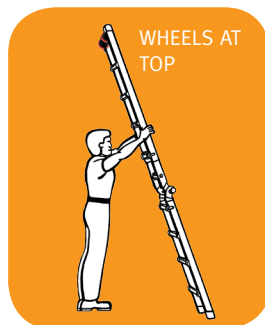

Fig. D-1
Voor een grotere hoogte, herhaal op de onderste helft van de ladder. (fig. D-1)
Depuis position droite: Déverrouillez les mécanismes sur une moitié de l'échelle et allongez l'échelle jusqu'à l'hauteur désirée. Pour encore plus d'hauteur, répétez sur l'autre moitié de l'échelle. (fig. D-1)
2. In rechte positie moeten de wielen zich aan de bovenkant van de ladder bevinden. (fig. D-1).
En position droite, les roues doivent être au dessus de l'échelle. (fig. D-1)